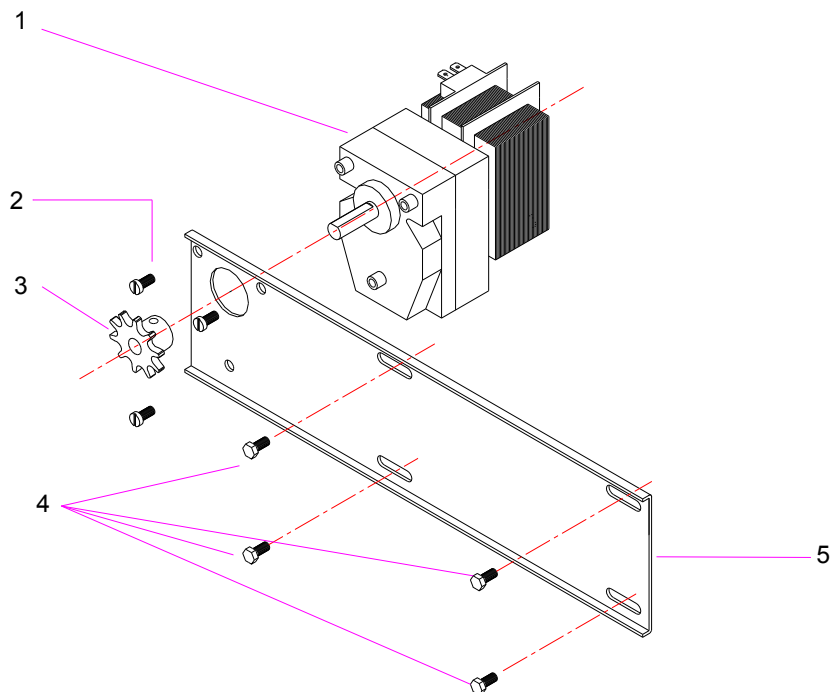

Abbildung 10
- b) Lösen Sie die Schrauben (4) Abb. 10, um die Kette zu entfernen, die das Ritzel (3) mit der Achse des ersten Schwertes verbindet.
- c) Wenn Sie dann die Kette herausgenommen haben, lockern Sie nun bitte vollständig alle Schrauben (4), um die Motorhalterung (5) gleichzeitig mit dem Getriebe zu entfernen.
- d) Lockern Sie die Schraube die das Ritzel (3) an der Getriebeachse festgeschraubt ist, um letztendlich das Getriebe von der Achse beiseite legen zu können. Lockern Sie nun alle Schrauben (2) vollständig, um dann den Getriebemotor von der Motorhalterung zu entfernen.
- b) Ziehen Sie an den Bedienungselementen der Schalter nach außen (4) (siehe Abb.10), und entfernen Sie die Abdeckung der Schalter, indem Sie dessen Schrauben gänzlich lockern. Lösen Sie die Schrauben der hinteren Abdeckung und ziehen Sie zu Ihrer linken Seite an ihr, um sie rausnehmen zu können. Entfernen Sie nun das obere Blech (welches zwischen den Brennern sich befindet) des Kastens wo sich der zu ersetzende Widerstand verweilt.